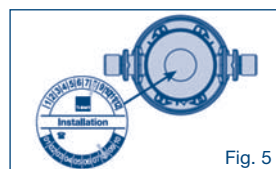

Fig. 5
6. Notez sur la plaque de montage fournie la date (mois/année) de l'installation puis collez-la sur la tête de filtre (voir la fig. 5)